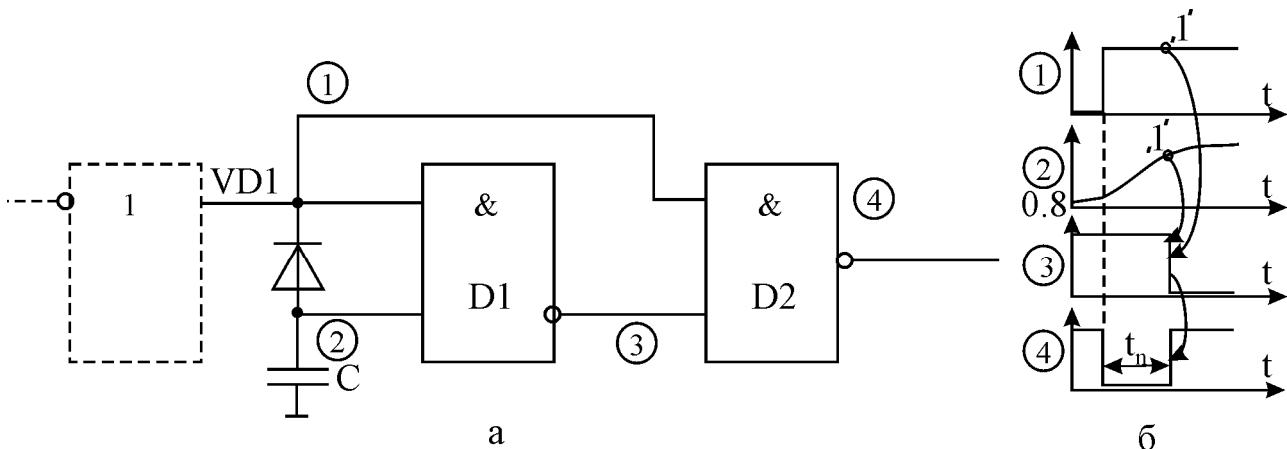

Рис. 3.6. Формирователь импульсов (а); временные диаграммы работы (б)
Предназначен для формирования коротких отрицательных импульсов по положительному перепаду напряжения на входе. Состоит из двух ячеек 2И-НЕ, диода и конденсатора (рис. 3.6, а).
В исходном положении на входе формирователя низкий уровень сигнала. Он подается на верхние входы обеих ячеек D1 и D2 (рис. 3.6, б), тем самым на выходе формирователя (выходе D2) поддерживается высокий уровень. Диод VD1 открыт и ток с нижнего входа D1 поступает через него на выход микросхемы, служащий источником сигнала. Падение напряжения на открытом диоде не превышает 0,7 В, что воспринимается входом ячейки D1 как логический “0”. Таким
3. Определите продолжительность формируемых импульсов, если емкость C в формирователе составляет $0,01 \text{ мкФ}$ (рис. 3.6,а, формула 3.2).